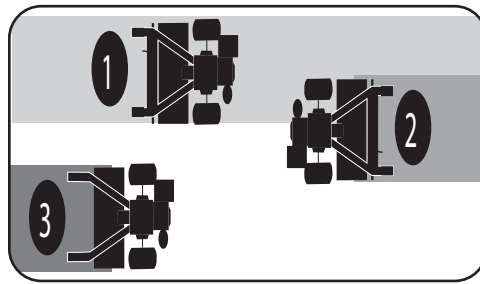

Figure 4-14
- Si n'est pas possible de labourer le sol sur la longueur et sur la largeur, chevauchez la première rangée d'une demi-largeur de motoculteur, puis chevauchez les rangées suivantes d'un quart de largeur. Voir Figure 4-14.